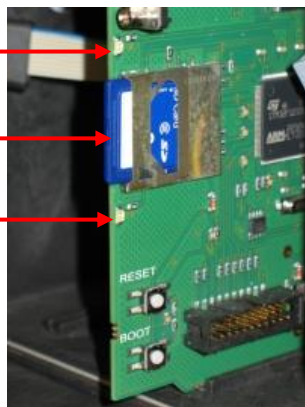

Figure 16
1. Insérez la carte SD (1) dans le lecteur prévu à cet effet, comme illustré sur la figure 16.